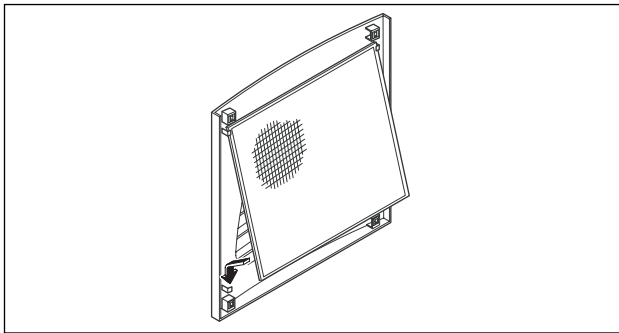

図30: フィルターマットの取付
- 図30のようにフィルターマットをプラスチックルーバーにはめてから、再びユニットに取付けます。